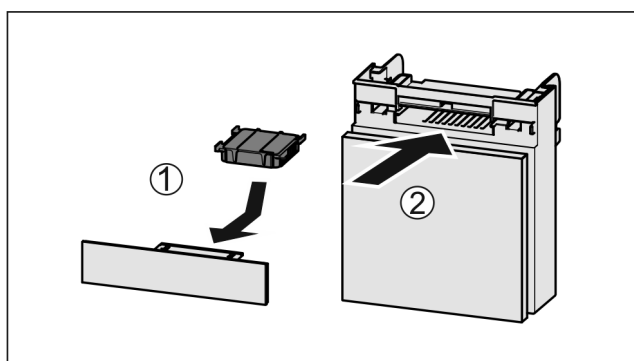

Fig. 194
- Insérer le filtre à charbon actif d'après le schéma Fig. 194 (1).
- Insérer le compartiment Fig. 194 (2).